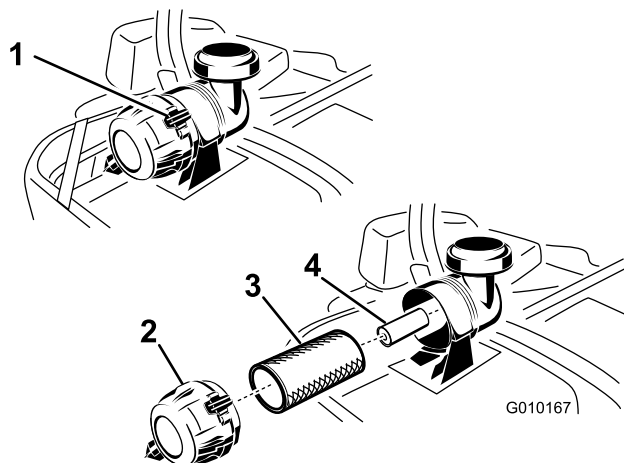

Figura 45
3. Premere verso il basso per rilasciare i dispositivi di fermo sul filtro dell'aria e togliere il coperchio dal corpo del filtro (Figura 45).
5. Estrarre con cautela il filtro primario dal corpo del filtro dell'aria (Figura 45). Non urtare il filtro contro il corpo.
- Non pulite il filtro primario di carta, sostituitelo (Figura 45).
- Se sostituite il filtro secondario, inseritelo con cautela nel corpo del filtro (Figura 45).
- Montate con cautela il filtro primario sul filtro secondario (Figura 45). Premete sul bordo esterno del filtro mentre lo inserite, per accertarvi che venga inserito a fondo.
di fermo bloccino il coperchio nella corretta posizione (Figura 45).